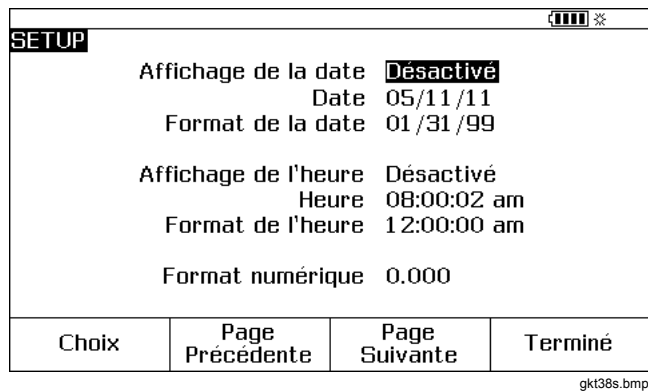

Figure 9. Affichage de la date et de l'heure
2. Appuyez sur la touche programmable **Page Suivante**. Voir la Figure 9.